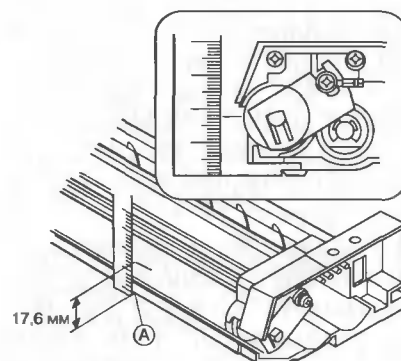

Рис. 3. Положение главного полюса магнитного валика
5. Измерьте расстояние от метки до нижней точки узла проявления «А» (см. рис. 3) и убедитесь в том, что это расстояние составляет 17,6 мм. Если оно отличается от этой величины, ослабьте крепежный винт регулировочной пластины, переместите пластину в направлении стрелки (см. рис. 4) и повторно выполните этапы операции с №3 по №5.